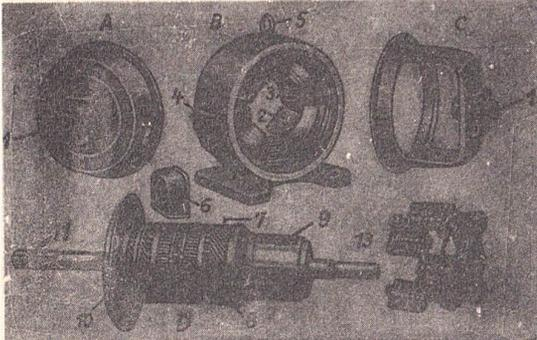
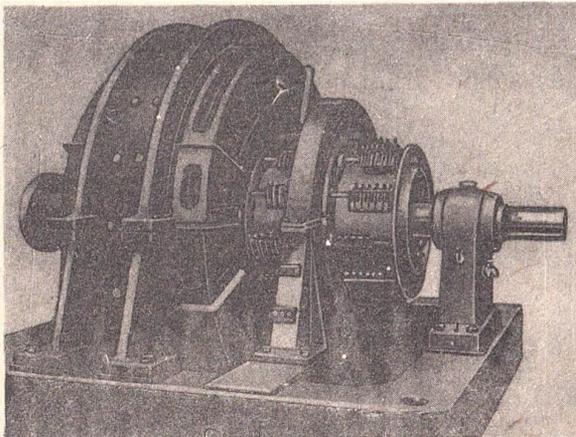

Bild 3: Aufbau einer Gleichstrommaschine mit Schildlager
Bild 4: Zehnpolige Gleichstrommaschine mit Stehlagern für 1800 kW
Anker (Bild 3 D). Bei den Gleichstrommaschinen besteht der Anker aus der Ankerwelle, dem Ankerkörper und dem Stromwender. Die in den Lagerschildern (Bild 3 A und C) angebrachten Lager nehmen die Ankerwelle auf. Nur bei sehr großen Maschinen werden besondere auf dem Fundament aufgeschraubte Stehlager verwendet (Bild 4).
Würde der Ankerkörper aus massivem Eisen hergestellt, so entstünden in ihm durch Induktion sehr hohe Wirbelströme, die wiederum eine sehr starke Erwärmung des Ankers zur Folge hätten. Durch die Blechung können nur kleine Wirbelströme auftreten, die durch Verwendung legierter Bleche noch weiter herabgesetzt werden. Um die Streuung der Kraftlinien möglichst klein zu halten, muß der Ankerkörper aus Eisen bestehen; außerdem muß der Luftzwischenraum zwischen Pol und Ankerkörper so klein wie möglich gehalten werden. Zur Kühlung ist der Ankerkörper mit Lüftungsschlitzen versehen und besitzt außerdem häufig auch an den Stirnseiten angebrachte Lüfter (Bild 3).
Zur Verhinderung des "Feuerns" müßten bei Maschinen mit stark schwankender Belastung die Bürsten dauernd verschoben werden. Die Bürstenverschiebung müßte hinfällig sein, wenn das Querfeld nicht vorhanden wäre. Das kann man offenbar erreichen, wenn ein gleich großes, entgegengesetzt gerichtetes Querfeld geschaffen wird. Hierzu dienen die Hilfs- oder Wendepole, die zwischen den Hauptpolen angeordnet sind (Bild 3). Weil die Größe des Ankerfeldes vom Ankerstrom abhängt und das Gegenquerfeld gleich groß sein soll, so müssen die Wicklungen der Wendepole vom Ankerstrom durchflossen werden, wobei jedoch auf die richtige Polung zu achten ist. So muß beim Generator in Drehrichtung auf einen N-Hauptpol ein S-Wendepol, beim Motor auf jeden Hauptpol ein gleichpoliger Wendepol folgen.
Die Anschlüsse der Magnetwicklungen und der Bürsten sind am Gehäuse auf dem Klemmbrett angebracht (Bild 3). Zur einheitlichen Bezeichnung der einzelnen Klemmen dienen große Buchstaben. So werden in jedem Falle die Ankeranschlüsse (Bürstenanschlüsse) mit A - B bezeichnet, die Anschlüsse der Wendepolwicklung mit G - H. Häufig ist die Klemme G der Wendepolwicklung im Inneren der Maschine mit der Ankerwicklung (Klemme B) verbunden, so daß an das Klemmbrett nur ein Anschluß herausgeführt ist (H).